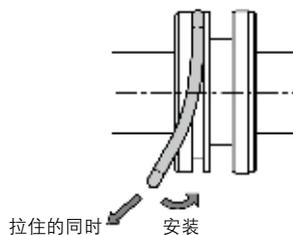

图5 活塞密封圈的安装
- ③7杆密封圈A: 请不要将密封圈的方向装错。
- ③9活塞密封圈: 如图5所示, 拉住的同时安装。